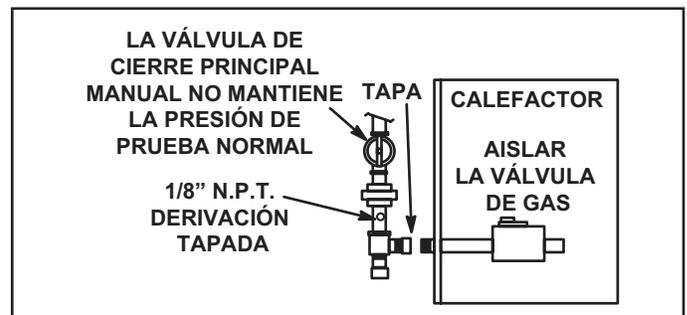

Figura 55
- 5 - Una derivación tapada de 1/8" N.P.T. o poste de presión está situado en la válvula de gas para facilitar la conexión del indicador de prueba. Ver Figura 55.
Cuando se realiza una prueba de presión de las líneas de gas, se debe desconectar y aislar la válvula de gas. Ver Figura 55. Las válvulas de gas se pueden dañar si se someten a presiones superiores a 1/2 psig (3.48 kPa).